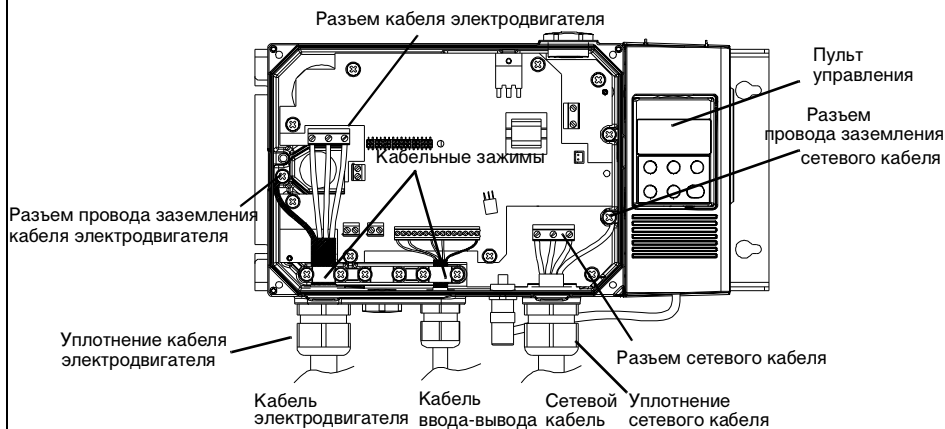

Рис. 2
Вставьте во вводы кабельные уплотнения (см. рис. 2) (M25 или M20: см. Руководство пользователя, Справочный раздел I). Убедитесь, что уплотнения снабжены уплотнительными кольцами.
- Пропустите кабели сети и электродвигателя через кабельные уплотнения и присоедините их к зажимам U1, V1, W1 и U2, V2, W2 (см. рис. 2).
Для заземления экрана кабеля управления воспользуйтесь кабельным зажимом (см. рис. 2).